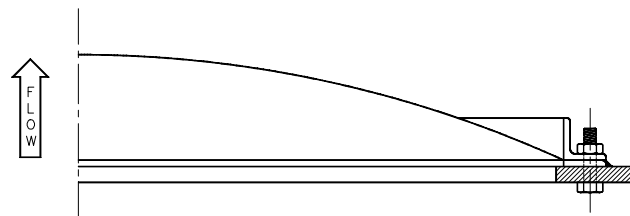

Fig 1
- 2 Voer de bouten door de vatwand en de inlaatopening van het veiligheidsframe met de kop van de bouten in het vat. Installeer de uitlaatopening van het veiligheidsframe, breng de moeren aan en zet alles met de hand vast. Hechtlas de boutkoppen aan de vatwand. Verwijder de moeren en de uitlaatopening van het veiligheidsframe. Zie FIG 1.